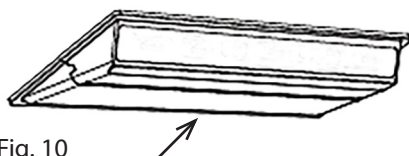

Fig. 10
1. Déplacer le couvercle et le thermostat de $1 \frac{1}{16}$ po à $1 \frac{3}{16}$ po (3-5 mm) dans le sens de la flèche (Fig. 10).